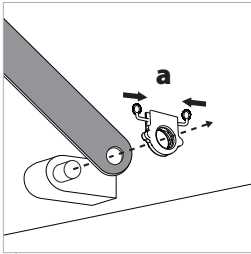

Fig. 38a
- Nur Modell RAGE-S300 - Entfernen Sie den Clip, der den Entriegelungsmechanismus des Messerschutzes an seinem Platz hält, indem Sie die Enden der Metallfeder zusammendrücken (**Abb. 38a**).